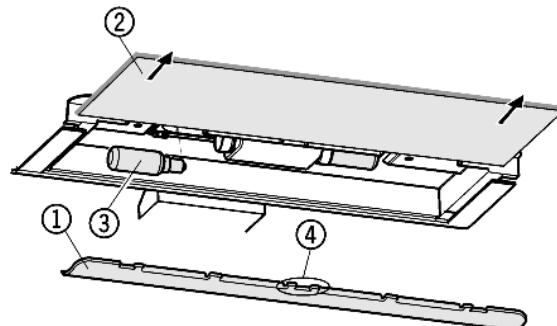

Fig. 13
- Снятие накладки Fig. 13 (1): сзади возьмитесь пальцем за накладку и снимите её с фиксатора.
- Извлеките стеклянную полку Fig. 13 (2).
- Лампу накаливания Fig. 13 (3) заменить.
- установка накладки на место: защелкните справа и слева, следя за тем, чтобы средний крюк Fig. 13 (4) захватил стеклянную полку.